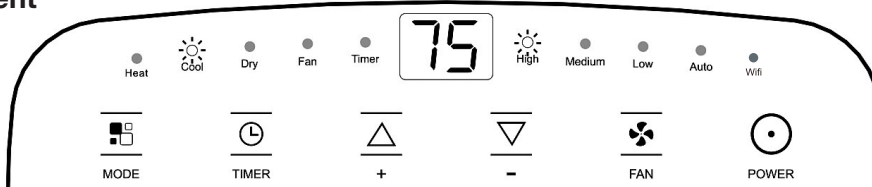

Fig. 13
- Appuyez à nouveau sur le bouton ou sur le bouton , pour annuler la minuterie. (Voir fig. 13, page 5).